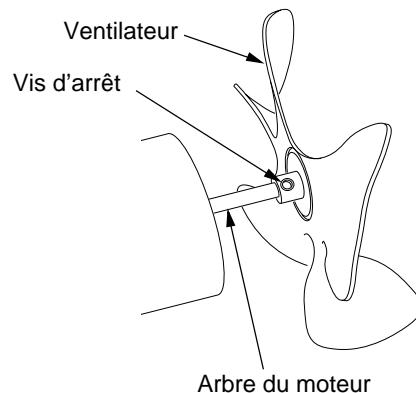

Figure 26 - Emplacement du ventilateur, de l'arbre du moteur et de la vis d'arrêt
6. Replacer le ventilateur sur l'arbre du moteur. Placer le moyeu du ventilateur au ras de l'extrémité de l'arbre du moteur (voir figure 26).